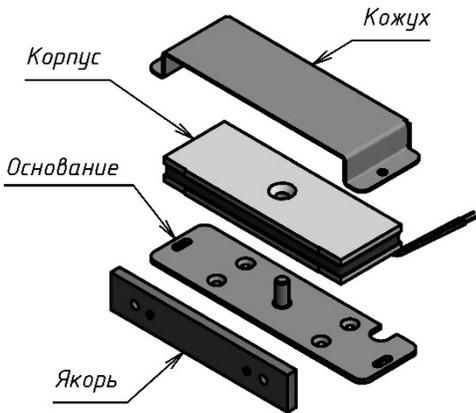

Рисунок 1 – Комплект поставки
3.1 В основной комплект поставки замка входят (рисунок 1): основание, корпус, кожух, якорь, руководство по эксплуатации, коробка упаковочная, диод выпрямительный 1N5406, пакет ZIP-LOCK.